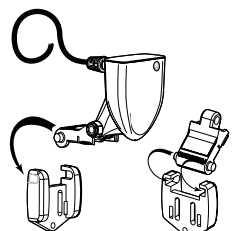

Figure 20
3. Si, et seulement si vous utilisez le montage avec pivot, insérez l'assemblage pivot/transducteur dans le support de montage et serrez légèrement le boulon pivot (voir Figure 20).